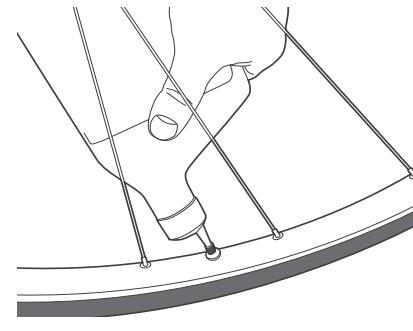

Figura 25. Vierta el sellante por la válvula.
4. Vierta el producto de sellado por la válvula (Figura 25). Consulte la cantidad recomendada indicada en el recipiente.